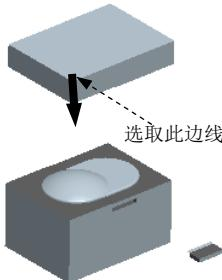

图 13.18 移动后的状态
- Step3. 开模步骤 2：移动上模。输入要移动的距离值 -60，结果如图 13.18 所示。